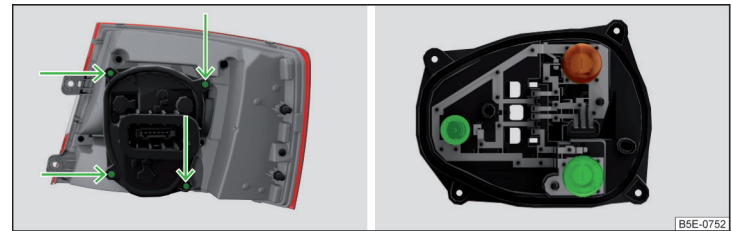

Fig. 364 Parte exterior de las luces/ Soporte con bombillas
- Desenrosque el portalámparas » fig. 364 con el destornillador del equipo de herramientas a bordo y extraiga el portalámparas de la lámpara.